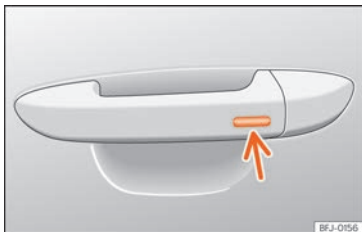

Abb. 95 Türgriff: Sensorfläche.
• Halten Sie einige Sekunden lang einen Finger über die Verriegelungssensorfläche »» Abb. 95 (Pfeil) am Türgriff, damit das Dach geschlossen wird. Wenn Sie die Sensorfläche nicht mehr berühren, wird die Schließfunktion unterbrochen.